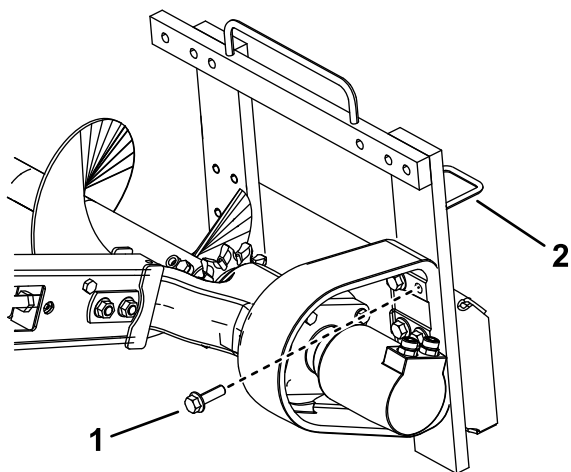

Bild 7
- Entfernen Sie die sechs Schrauben, mit denen der Grabenfräsenkopf am Rahmen befestigt ist (Bild 7).
- Verlagern Sie die Schläuche aus der Schlauchführung an der Oberseite der Grabenfräse zu der Schlauchführung an der linken Seite (Bild 7).